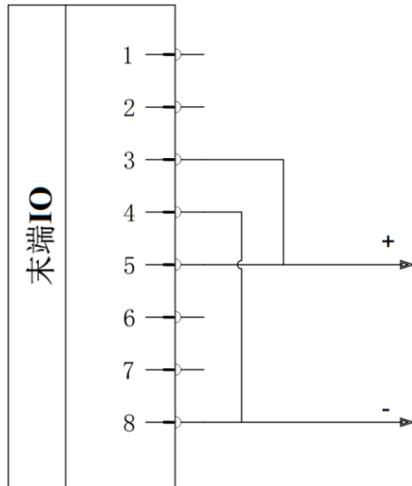

图 2-35: 双针模式 1 接线
2) 接线方法: 如下图 2-35, 将电源线 (5 灰色) 与 TI3/TO3/PWR2 线 (3 绿色) 连接, 接地线 (8 红色) 与 TI2/TO2/GND2 线 (4 黄色) 连接。